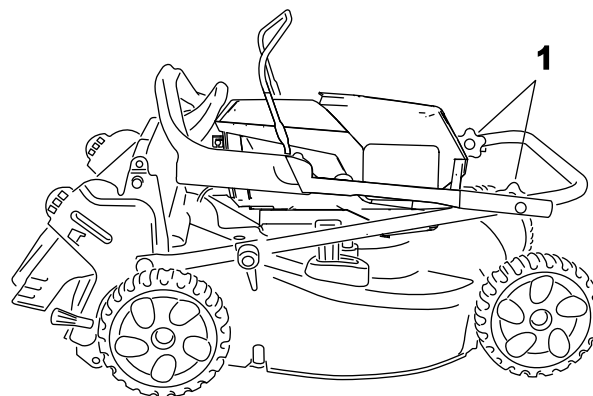

Figura 21
3. Rotiți întregul mâner în față (Figura 21).